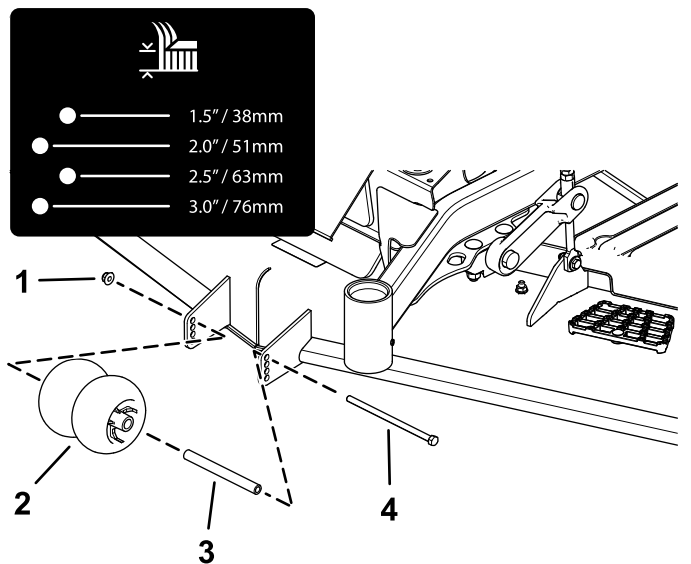
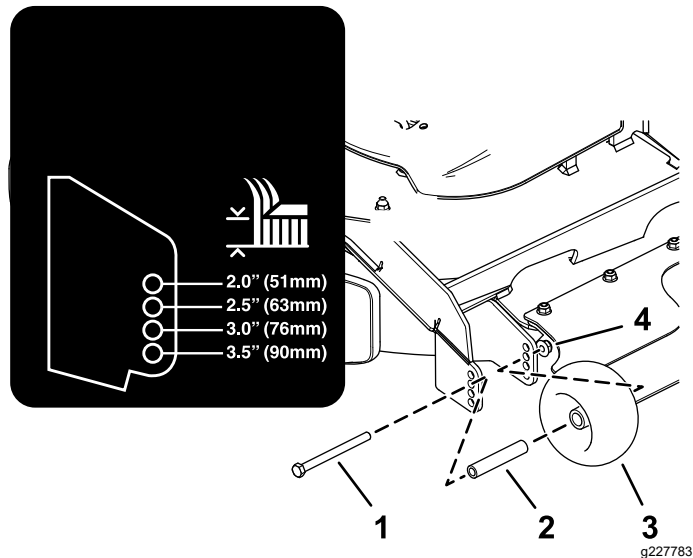

Рисунок 26
Рисунок 27
4. Відрегулюйте антиобдирні ролики, як показано в Рисунок 26 та Рисунок 27.